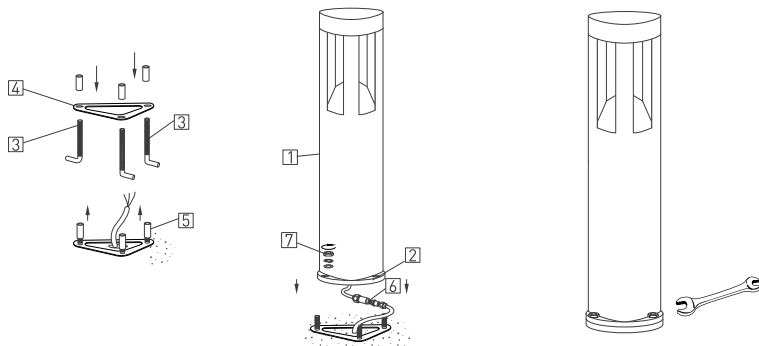

Рис. 3. Установка и подключение светильника
- 3.3. Соберите закладную часть. Для этого вкрутите 3 Г-образных крюка [3] в металлическую пластину [4] на длину 12 мм, как показано на рис. 3. На открытую резьбовую часть наденьте защитные втулки [5] из комплекта поставки. Они защитят резьбу при цементировании закладной части.